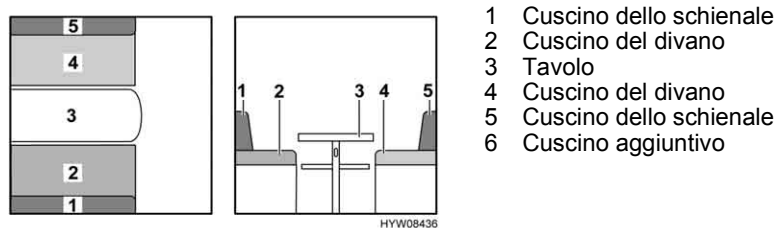

Fig. 61 Prima della trasformazione
- Trasformare il tavolo (Fig. 61,3) in struttura di supporto letto (vedi paragrafo 6.7).
- Rimuovere i cuscini dello schienale (Fig. 61,1 e 5) e riporli.